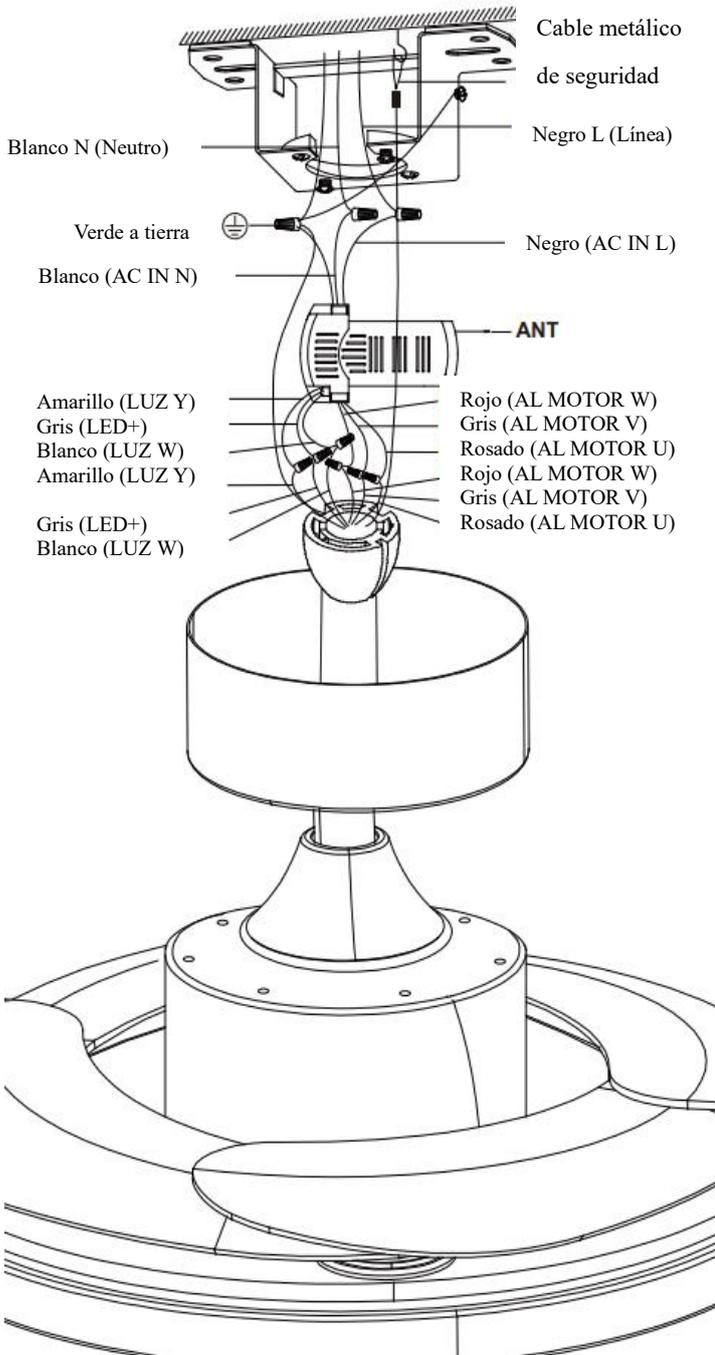

Fig. 9
1. Conecte el cable de alimentación vivo doméstico (negro) al cable de entrada del receptor (negro, CA IN L) como se muestra en la (Fig. 9).